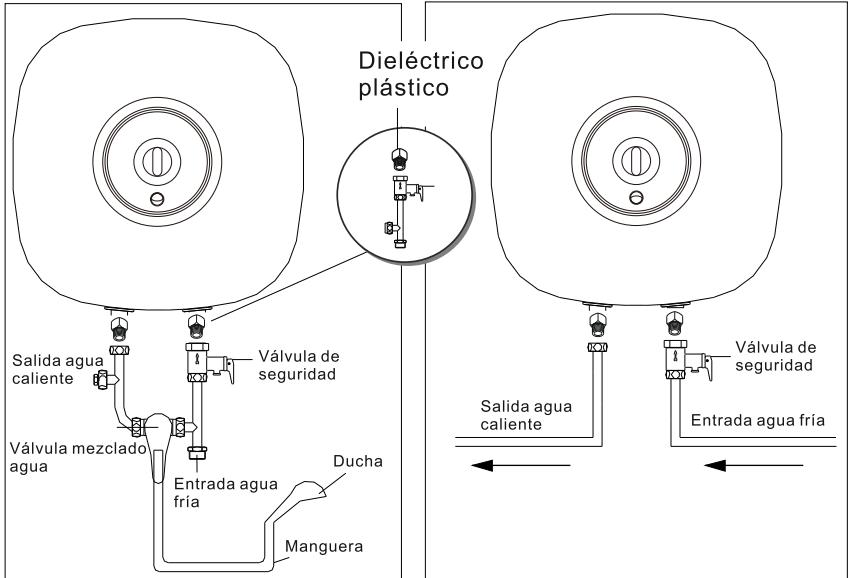

Imagen 3
- Para suministro de agua multipunto, conecte la tubería de entrada y de salida en los correspondientes lugares. (Imagen 3).